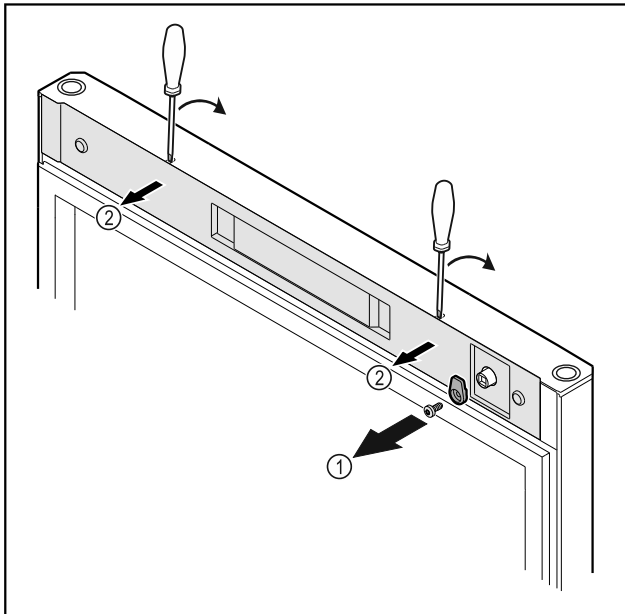

Fig. 18
- ▶ 拧下锁钩 Fig. 18 (1)。
- ▶ 使用小型螺丝刀松开并取下盖板 Fig. 18 (2)。